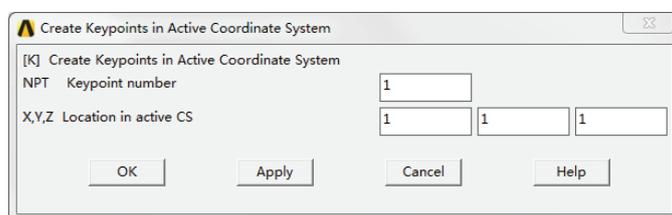

图 5-58 关键点定义
(3) 创建关键点。选择【Main Menu】/【Preprocessor】/【Modeling】/【Create】/【Keypoints】/【In Active CS】命令，弹出如图 5-58 所示的在当前坐标系下创建关键点对话框，按图示数值进行定义。